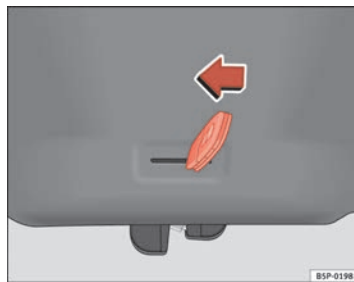

Fig. 68 Portón trasero: apertura de emergencia
- Introduzca el espadín de la llave en la ranura y desbloquee el sistema de cierre, dirigiendo la llave de derecha a izquierda, tal como indica la flecha ⇒ **fig. 68. ■**